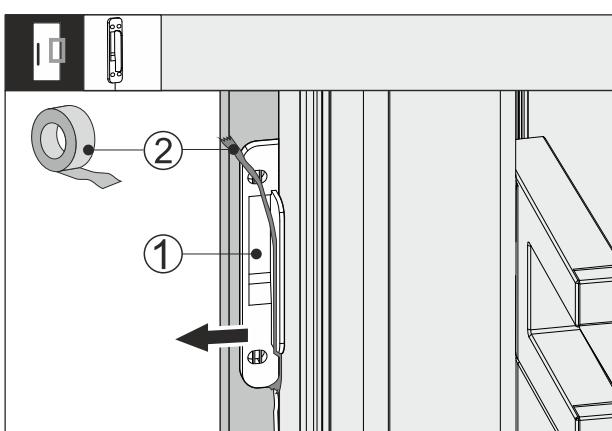

Fig. 64
- Зніміть клейку стрічку Fig. 64 (2) з датчика постукування Fig. 64 (1).